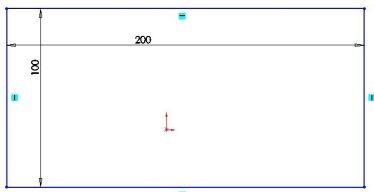

图 5-34 绘制草图并标注尺寸
(1) 启动中文版 SolidWorks 2011，单击【标准】工具栏中的【新建】按钮，弹出【新建 SolidWorks 文件】对话框，单击【零件】按钮，单击【确定】按钮。选择【文件】|【另存为】菜单命令，弹出【另存为】对话框，在【文件名】文字框中输入“05”，单击【保存】按钮。
(2) 单击【特征管理器设计树】中的【前视基准面】图标，使前视基准面成为草图绘制平面。单击【标准视图】工具栏中的【正视图】按钮，并单击【草图】工具栏中的【草图绘制】按钮，进入草图绘制状态。
(3) 单击【草图】工具栏中的【边角矩形】按钮，以原点为顶点绘制矩形草图。
(4) 单击【草图】工具栏中的【智能尺寸】按钮，标注并修改尺寸数值，如图 5-34 所示。